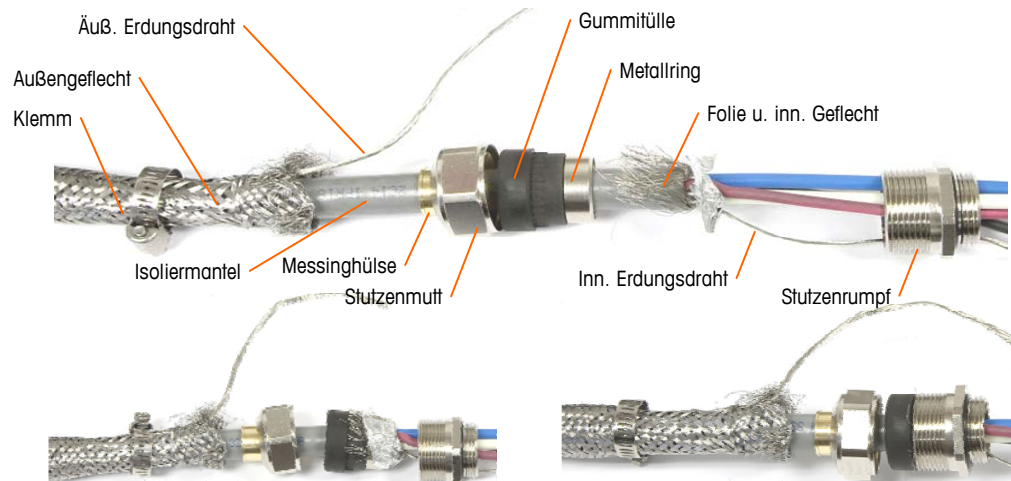

Abbildung 2-43: PDX-Kommunikationskabel und Kabelstutzenbaugruppe
- a. Die Kabelstutzenbaugruppe, Metallklemme und Messinghülse am Kommunikationskabel installieren und dabei das äußere Schirmgeflecht zurückschieben (Abbildung 2-43). Der innere Erdungsdraht sollte durch den Kabelstutzen in das Gehäuse verlaufen, während der äußere Erdungsdraht auf der Außenseite bleibt.
- a. Das innere Schirmgeflecht und die Folie über den Metallring falten und spreizen, bevor die Gummitülle in den Hauptteil des Kabelstutzens gedrückt wird (siehe Abbildung 2-43). Die Mutter des Kabelstutzens mit der Messinghülse am Rumpf des Stutzens festziehen.